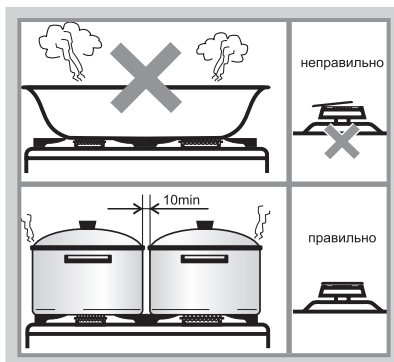

Рис.24
- Размеры посуды (см. табл. 8 и рис.24) и режим работы горелок нужно выбирать таким образом, чтобы пламя не выходило за края и не «лизало» боковые стенки.
- Запрещается устанавливать на решетки какие-либо дополнительные рассекатели пламени и пользоваться горелками со смещенными крышечками (рис. 24). Это может привести к разрушению стеклянного стола или необратимому ухудшению внешнего вида стола из нержавеющей стали.